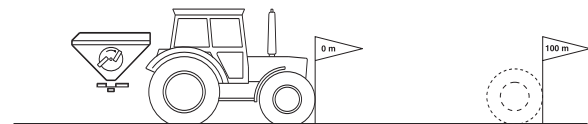

Fig. 26
- Tarlada tam olarak 100 metrelik bir ölçüm mesafesi ölçünüz. Ölçüm mesafesinin başlangıç ve bitiş noktasını işaretleyiniz (Fig. 26).